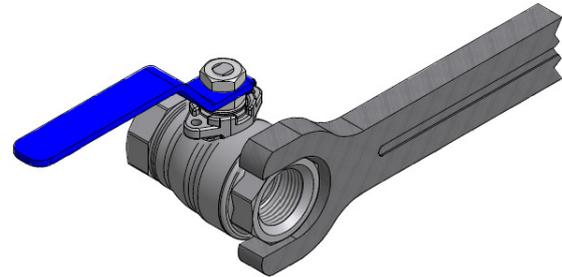

Figura 2 – Vista ilustrativa para procedimento de aperto do plug
12. Execute o aperto final utilizando o dispositivo específico através de um torquímetro. O aperto dos parafusos/prisioneiros deve ser realizado conforme o especificado na tabela 1, exceto para as Séries 850 e 950, que deve ser conforme tabela 2, obedecendo a sequência da figura 1. Para as válvulas séries 810 e 810F o aperto do plug/corpo deve ser realizado conforme o especificado na tabela 3 e obedecendo o procedimento da figura 2.